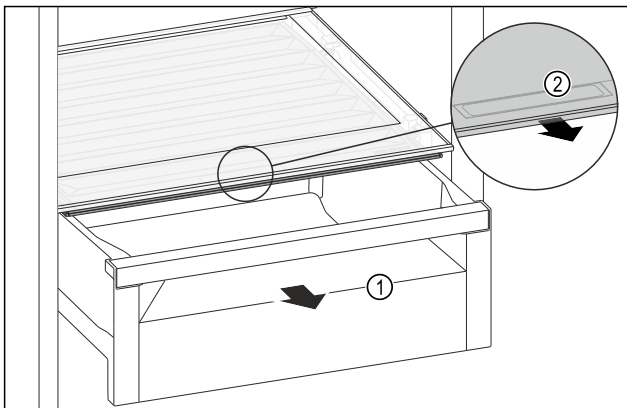

Fig. 137
- ▶ Витягніть висувний ящик Fig. 137 (1).
- ▶ Візьміться за потайну ручку Fig. 137 (2) на кришці відділення й одночасно потягніть кришку відділення вперед.